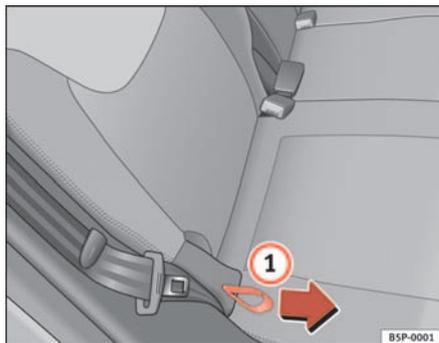

Fig. 97 Ajuste de la inclinación del respaldo, asiento posterior
- Sujete el respaldo del asiento por la parte superior. Tire del lazo situado en el lateral del asiento ⇒ fig. 97 ① en la dirección de la flecha y manténgalo en esta posición. Empuje el respaldo del asiento hacia atrás hasta la posición que desee y suelte el lazo.